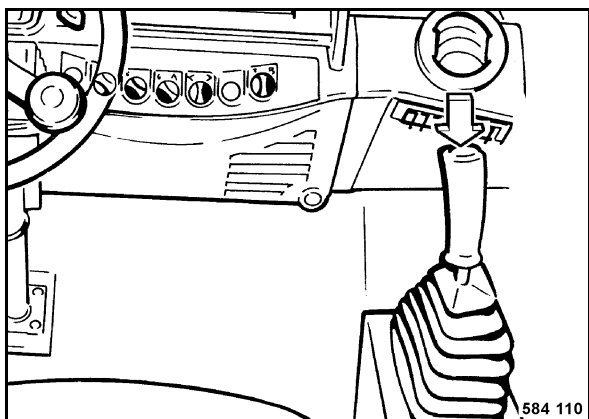

Fig. 68
- Accionar el pulsador para vibración (Fig. 68) en la palanca de marcha durante la marcha.
- Volver a accionar el pulsador para vibración (Fig. 68).